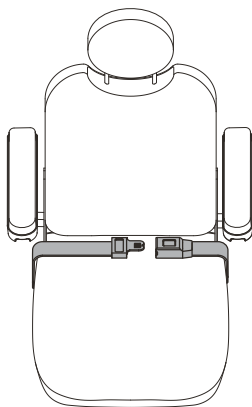

Figura 15. Regolazione della cintura di posizionamento
La Carrozzina elettrica può essere equipaggiata con una cintura di posizionamento regolabile secondo la comodità dell'operatore. **Vedere la figura 15.** La cintura di posizionamento è progettata per sostenere l'operatore in modo che non scivoli verso il basso o in avanti sul sedile e può essere regolata per maggiore comfort dell'operatore. La cintura di posizionamento non deve essere usata come dispositivo di contenimento.
1. Una volta seduti, inserire la linguetta metallica su un lato della cintura nell'alloggiamento in plastica sul lato opposto fino al clic. **Vedere la figura 15.**